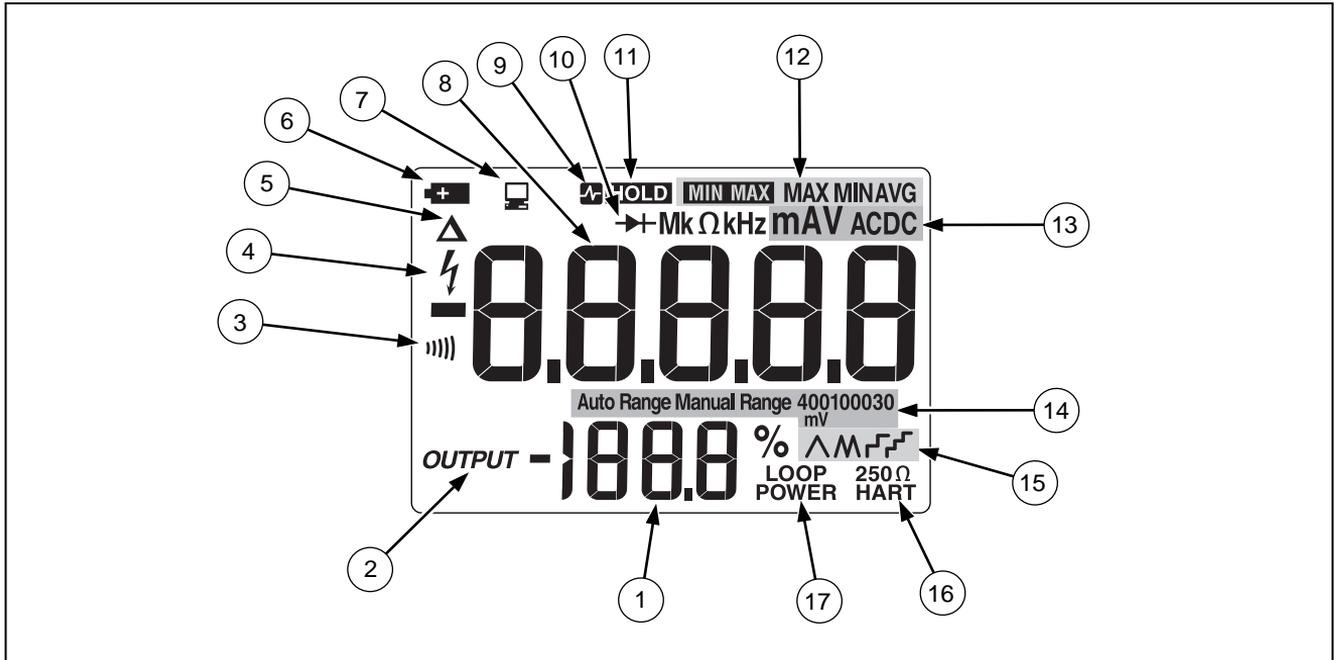

Figura 6. Elementi del display
- La figura 6 e la tabella 7 spiegano gli elementi sul display.